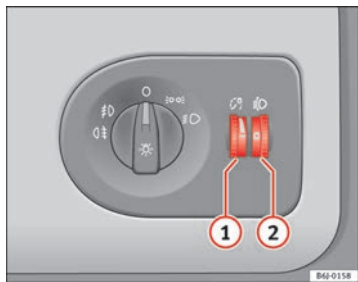

Abb. 51 In der Instrumententafel: Regler für die Instrumenten-/Schalterbeleuchtung und Leuchtweitenregulierung
Bei eingeschaltetem Licht lässt sich die Helligkeit der Instrumenten- und Schalterbeleuchtung durch Drehen des Rändelrades → Abb. 51 ① stufenlos regulieren.